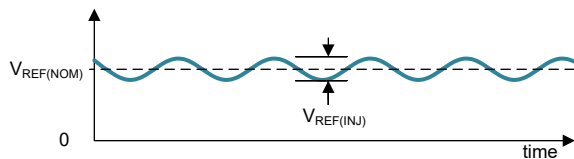

図 2-4. 除去テスト用に  $V_{REF}$  に適用された波形
- AWG は、VREF(NOM) = 3V、VREF(INJ) = 300mVpp (正弦波) の変調されたリファレンス電圧を注入します (図 2-4)。